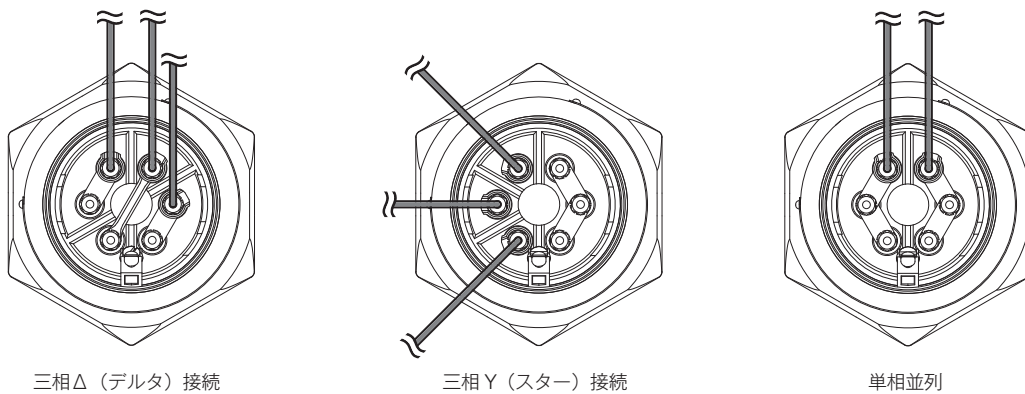

図 19 ヒータータンクエレメントの位相と結線方式。交換用のエレメントは、元のものとは異なる位相用に配線されている可能性があります
5. ケース内の配線は位相と結線方式に応じて違いますが、次ページ図 19 のいずれかに一致します。現在使用中の位相、結線方式をメモしてください。